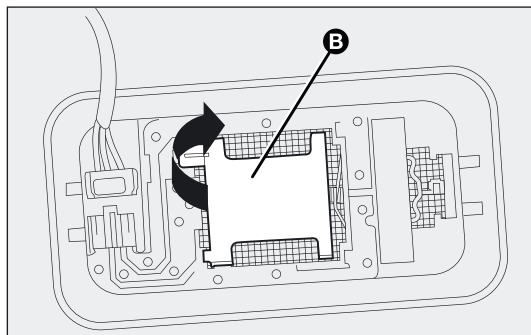

fig. 169
- ❑ open het beschermdeksel B-fig. 169 zoals is aangegeven;
- ❑ sluit het beschermdeksel B-fig. 169 en plaats het plafondlampje in de zitting; controleer of het goed geborgd is.